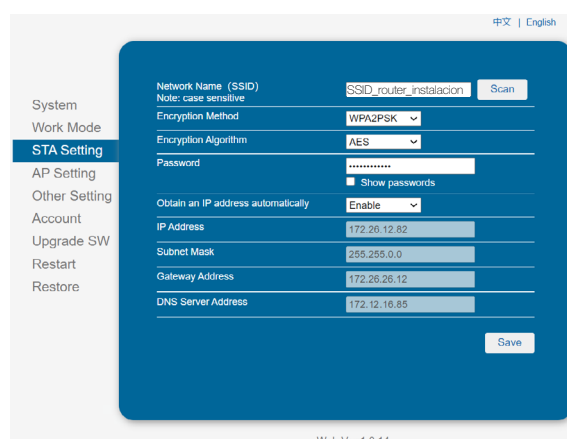

Fig. 45. Interfaz configuración WiFi.
6. En este momento aparecerá un mensaje tipo pop-up para recordar que se debe entrar el password de la WiFi, hacer clic en "Aceptar". Ver Fig. 45.